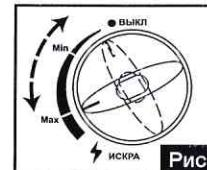

Рис. 9
- Отрегулируйте силу горения, поворачивая тот же регулятор (Рис. 9).